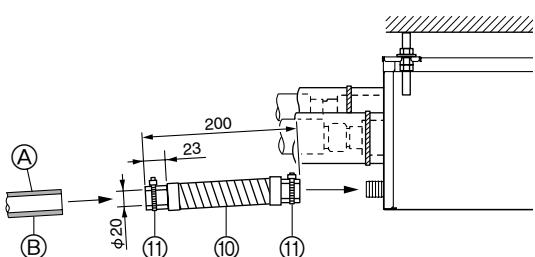

Fig. 8-1
(Fig. 8-1)
- (2) Führen Sie ein Rohr aus Hart-PVC (VP-16, zusätzlich zu erwerben) in den vormontierten Drainageschlauch ⑩ und verkleben und befestigen Sie ihn. (Fig. 8-1)
- (3) Befestigen Sie eine Schlauchschelle ⑪ an dem vormontierten Drainageschlauch ⑩. (Fig. 8-1)